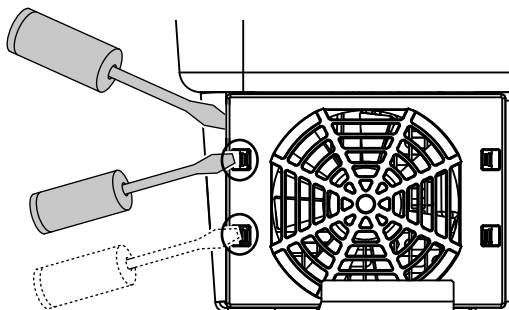

Fig. 53: Soltar las pestañas de fijación
3. Con un segundo destornillador, presionar las pestañas de fijación hacia el centro del ventilador. Sacar la unidad del ventilador ligeramente.  **Fig. 53**